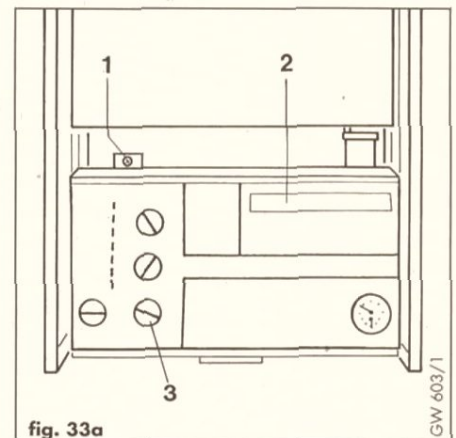

fig. 33a
- Togliere la vite (1, fig.33a) ed abbassare il pannello comandi.
- Posizionare il selettore (3, fig.33a) su "riscaldamento", assicurandosi che non vi sia erogazione di acqua calda sanitaria.
- Posizionare il selettore (3, fig.33a) su "riscaldamento", assicurandosi che non vi sia erogazione d'acqua calda sanitaria.
- a) Togliere la vite (1, fig.33a) ed abbassare il pannello comandi.